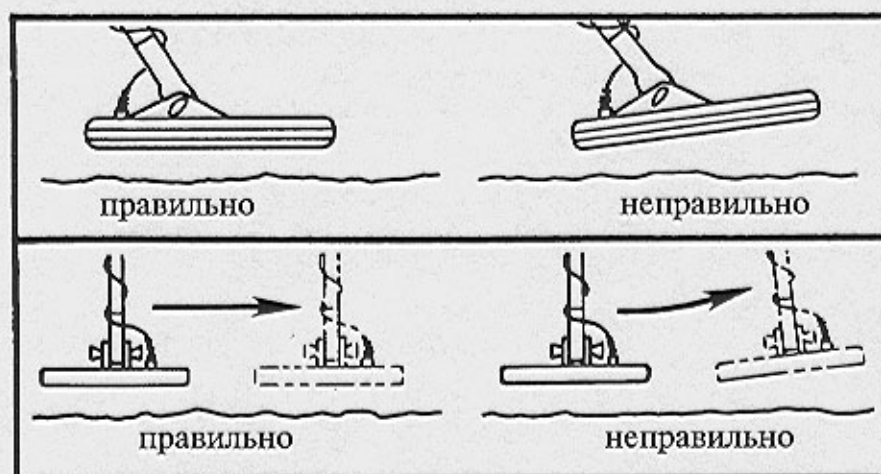

Рис. 5 "Сканирование" катушкой.
5. Удерживайте катушку параллельно поверхности грунта на расстоянии 25-50 мм от нее (рис. 5). Это важно для обеспечения максимально обследуемой поверхности и максимальной глубины действия. Если вы работаете на лужайке, вы можете перемещать катушку непосредственно по траве.
5. Удлиненные железные объекты. Если вы слышите два близко расположенных друг от друга сигнала, но не можете найти местоположение объектов, то, по-видимому, под катушкой находится гвоздь (рис. 5) или другой длинный объект. Такой же сигнал может дать неглубоко залегающая монета или монета, расположенная в земле вертикально. В этих случаях объект находится между сигналами. Для того, чтобы определить что является причиной сигнала (гвоздь или монета), установите дискриминатор на значение 5. Большинство мелких гвоздей при этом игнорируются, тогда как большинство монет будут давать четкий сигнал.